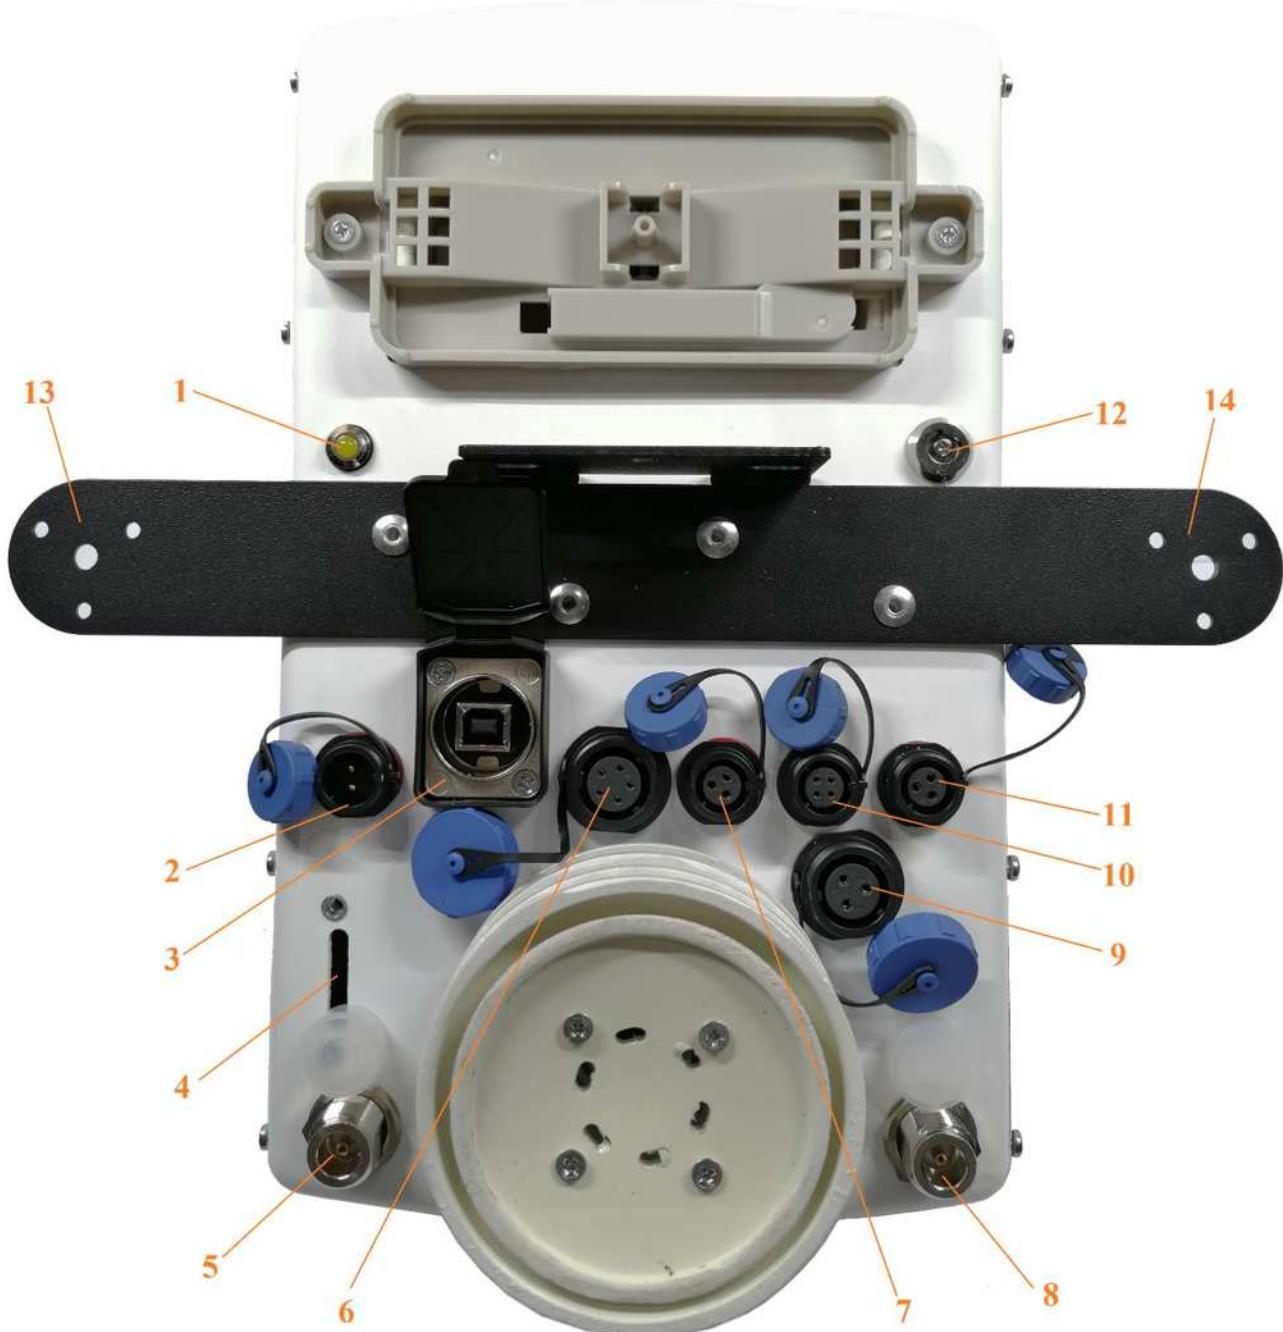

Рисунок 5 - Расположение разъемов на нижней панели станции «СОКОЛ-М1»:
6.7.1. Установить SIM-карту в разъем (рис.4; на рис.5 поз.4), карта устанавливается контактами «внутрь» корпуса станции до щелчка;
6.7.2. Включить питание станции «СОКОЛ-М1» с помощью ключа 12 (рис. 5). Включение/выключение изделия осуществляется двойным поворотом ключа.
- установить измерители скорости и направления воздушного потока на корпус метеостанции и зафиксировать с помощью крепежных винтов (рис. 5). Установить крыльчатку анемометра на вал измерителя скорости воздушного потока, закрепить шайбой и винтом (рис.7);
- подключить интерфейсные кабели измерителей направления и скорости ветра к разъемам 7 и 11 согласно маркировке на корпусе изделия (рис.5). Опционально датчики ветра могут быть установлены на расстоянии до 15 метров от метеостанции. Возможное расположение датчиков ветра относительно метеостанции «СОКОЛ-М1» указано на рис.6;
- установить антенны 5 и 8 согласно маркировке на корпусе изделия (рис.5);
- соединить метеостанцию с ПК с помощью USB-кабеля, идущего в комплекте (см. рис.5);
Станция запустится, начнет мигать светодиод с частотой 3 раза в секунду. Ключ можно оставить в положении OFF (он отключает аккумулятор от станции). Если станция используется при низких температурах (от 0 и ниже), а также имеются проблемы с перебоями питания, то можно подключить аккумуляторы (ключ 12 на рис.5 в положении ON) как источник бесперебойного питания.
6.10.3. Подключить кабель MODBUS в разъем RS-485 (см. рис.5), отправить в станцию запрос на чтение («общение» со станцией идет в формате запрос-ответ). Прошивка устроена так, что обновления показаний будут происходить каждые 15 секунд по каналам измерения скорости и направления ветра и каждые 5 секунд по остальным каналам измерений.